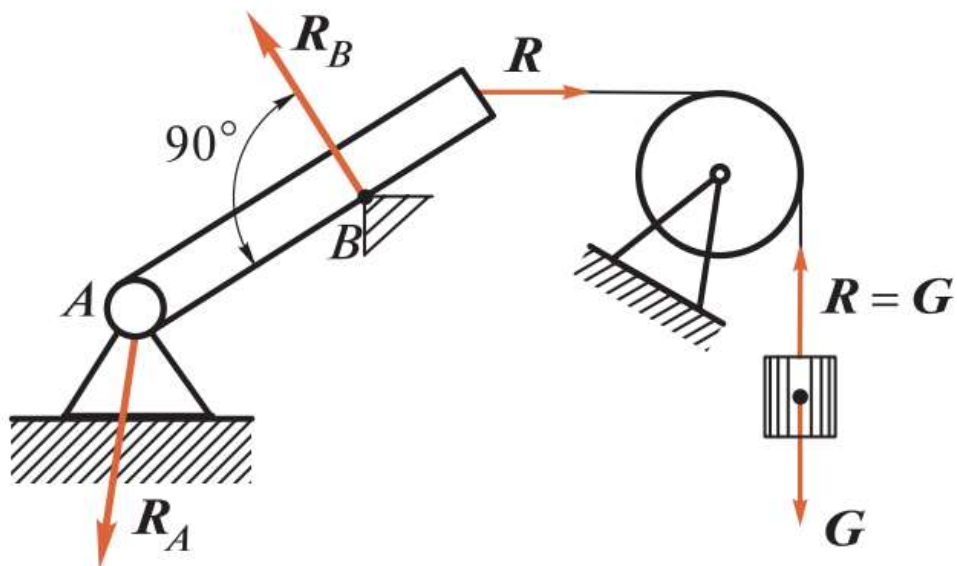
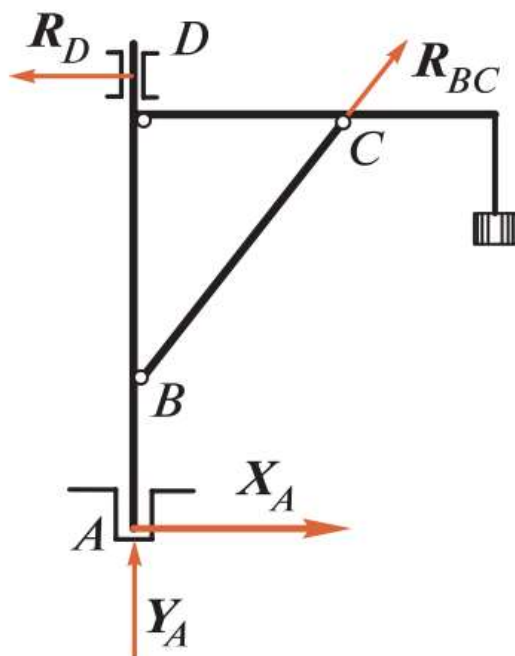

Рис. 1.8
Рис. 1.9
3. *Закрепленная точка или ребро угла* (рис. 1.8, ребро B). В этом случае реакция \mathbf{R}_B направлена по нормали к поверхности идеально гладкого тела в сторону тела, так как
4. Гибкая связь (см. рис. 1.8). Реакция \mathbf{R} гибкой связи не дает телу лишь удалиться от точки подвеса и поэтому направлена *вдоль связи от тела к точке подвеса*. Из рис. 1.8 видно, что гибкая связь, перекинутая через блок, изменяет направление передаваемого усилия (натяжения нити).
5. **Идеально гладкий цилиндрический шарнир** (см. рис. 1.8, шарнир А; рис. 1.9, подшипник D). В этом случае заранее известно только, что реакция \mathbf{R}_A *проходит через ось шарнира и перпендикулярна этой оси*, так как шарнирное соединение допускает вращение вокруг оси, но не допускает никаких перемещений тела, перпендикулярных этой оси.
7. **Идеально гладкий подпятник** (рис. 1.9, подпятник А). Подпятник можно рассматривать как сочетание цилиндрического шарнира и опорной плоскости, поэтому будем считать реакцию подпятника состоящей из двух составляющих: X_A и Y_A . Полная реакция \mathbf{R}_A
8. *Стержень, закрепленный двумя концами в идеально гладких шарнирах и нагруженный только по концам* (рис. 1.9, стержень **BC**). В этом случае реакция стержня, согласно аксиоме III, может быть направлена только по линии **BC**, т. е. *по прямой, соединяющей оси шарниров*.